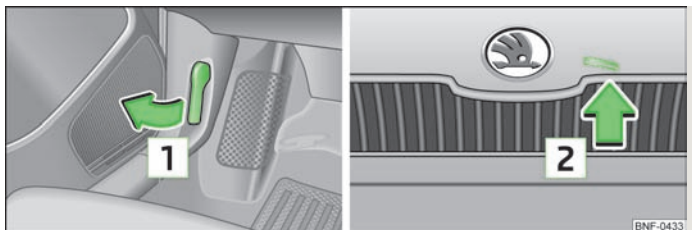

Fig. 95 Udløsning af motorhjelm
- Træk i udløserarmen  under instrumentpanelet i pilens retning » Fig. 95.
- Tryk udløserarmen i pilens retning  » Fig. 95; motorhjelmen udløses.